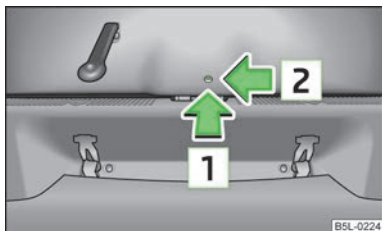

Fig. 17
- Introducir un destornillador o una herramienta similar hasta el tope en la abertura en el revestimiento en dirección de la flecha  » fig. 17.